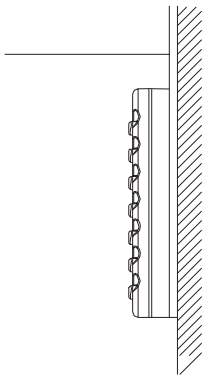
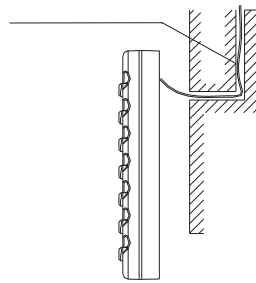

Рис.11.2 Открытый монтаж кабелей
Рис.11.3 Скрытый монтаж кабелей
- 4) При открытом монтаже линии связи используйте металлическую трубку и углубите ее в стену (См.Рис.11.2). При скрытом монтаже линии связи металлическая трубка может быть использована (См. Рис.11.3).